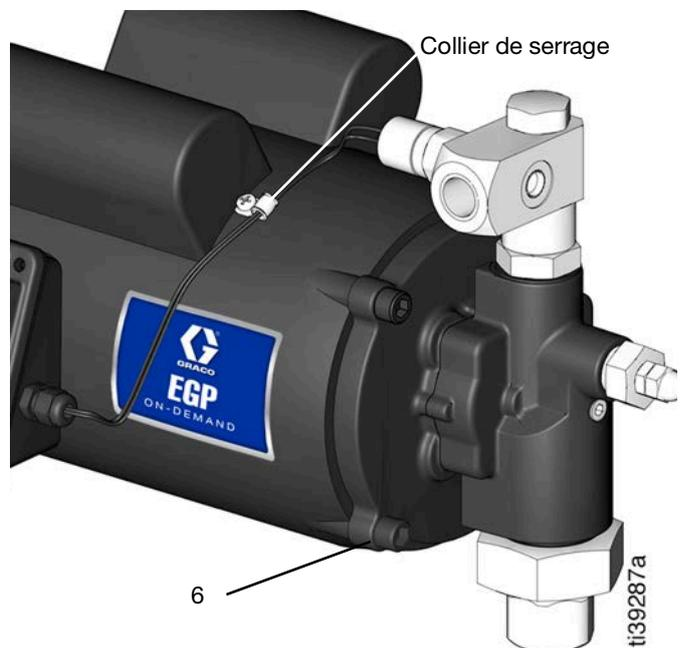

FIG. 24
12. Tirez le fil du pressostat hors du collier de serrage (FIG. 24).
13. Retirez les quatre vis Allen (6) à l'aide d'une clé Allen de 8 mm (FIG. 24).
6. Placez et serrez les quatre vis Allen (6) à l'aide d'une clé Allen de 8 mm (Serrez au couple de 27,1 N•m) (voir FIG. 24).
7. Poussez le fil du pressostat dans le collier de serrage et dans la boîte à bornes à travers le réducteur de tension (voir FIG. 24).